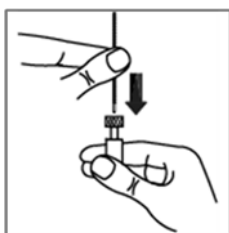

Abb. 6
1. Ein Ende des Drahtseiles gegen den leichten Widerstand der gefederten Düse in den DSH einstecken (Abb. 6).